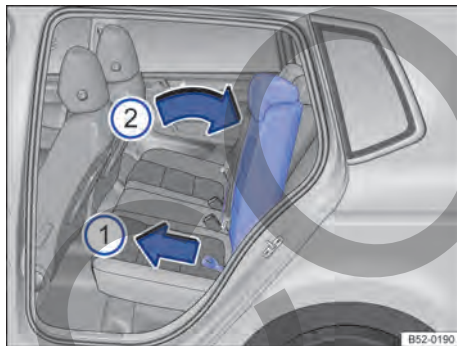

Fig. 93 Ajuste del respaldo del asiento trasero.
- Presione con una mano sobre el respaldo derecho o izquierdo y, al mismo tiempo, tire con la otra mano del lazo correspondiente → fig. 93 ①.
- Lleve el respaldo con la mano a la posición deseada venciendo la resistencia que opone → fig. 93 ②.